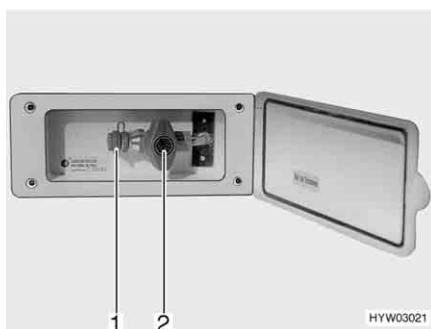

Fig. 113 Presa gas esterna (rubinetto di arresto del gas chiuso)
La presa gas esterna (Fig. 113) si trova, a seconda del modello, nella parte posteriore o sul lato destro o sinistro del veicolo.
- Collegare l'apparecchio a gas esterno all'attacco (Fig. 113,1).
- Aprire il rubinetto di arresto del gas (Fig. 113,2).